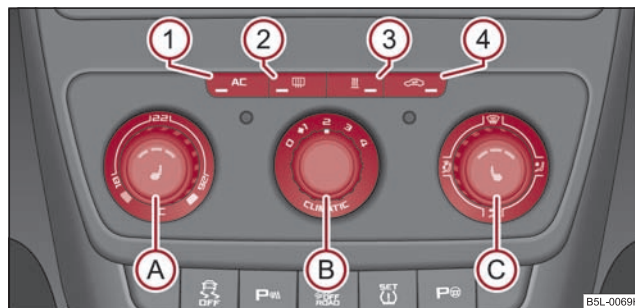

Fig. 109 Climatic: Elementos de mando
La refrigeración funciona sólo si se pulsa la tecla  $\Rightarrow$ página 102, fig. 109  y se cumplen las siguientes condiciones:
- Gire el regulador giratorio (A) ⇒ fig. 109 hacia la derecha para aumentar la temperatura.
- Gire el regulador giratorio (A) hacia la izquierda para bajar la temperatura.
- Pulsar la tecla  ① ⇒ página 102, fig. 109. En la tecla se encenderá el testigo de control.
- Pulse la tecla  **4** ⇒ página 102, fig. 109, en la tecla se encenderá el testigo.
Si el regulador distribuidor de aire **C** se encuentra en la posición  ⇒ página 102, fig. 109, el servicio de aire circulante se desconectará automáticamente. Pulsando